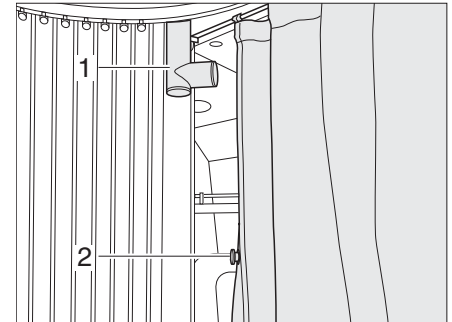

Bild 131 Befestigung des Duschvorhangs
- Handbrause entnehmen und in Halterung (Bild 131,1) einhängen.
- Duschvorhang zur Toilette mit dem Magneten (Bild 131,2) oder den Druckknöpfen schließen.